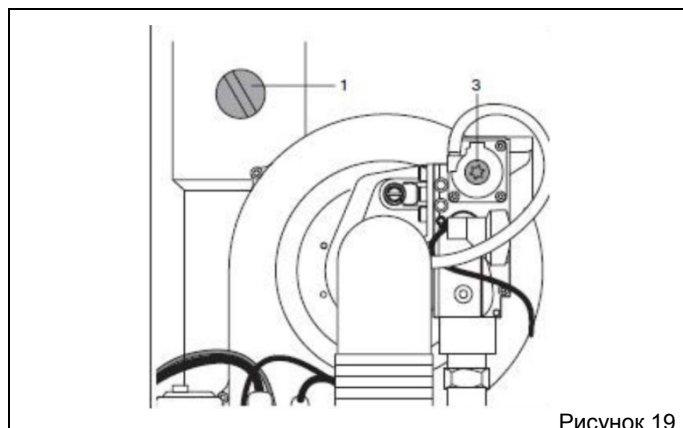

Рисунок 19
7. На левом дисплее появится буква “L” (Low), котёл перейдёт на минимальную мощность; используйте регулировочный винт Offset (смещение) клапана газа (смотри Рисунок 19) для того, чтобы добиться оптимальных значений, приведённых в следующей таблице).